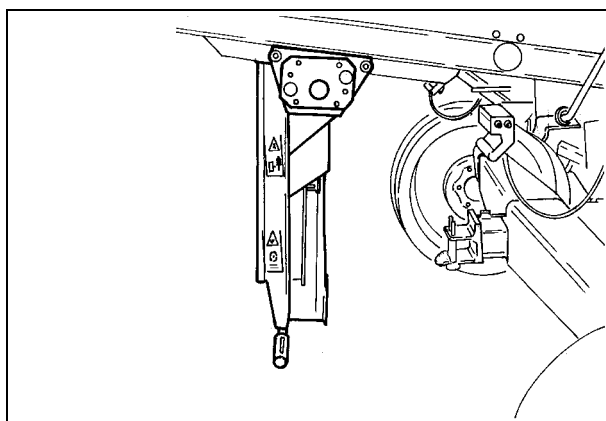

Рис. 30
- Вертикальное (Рис. 30). Оператор может проверить работу узла очистки.